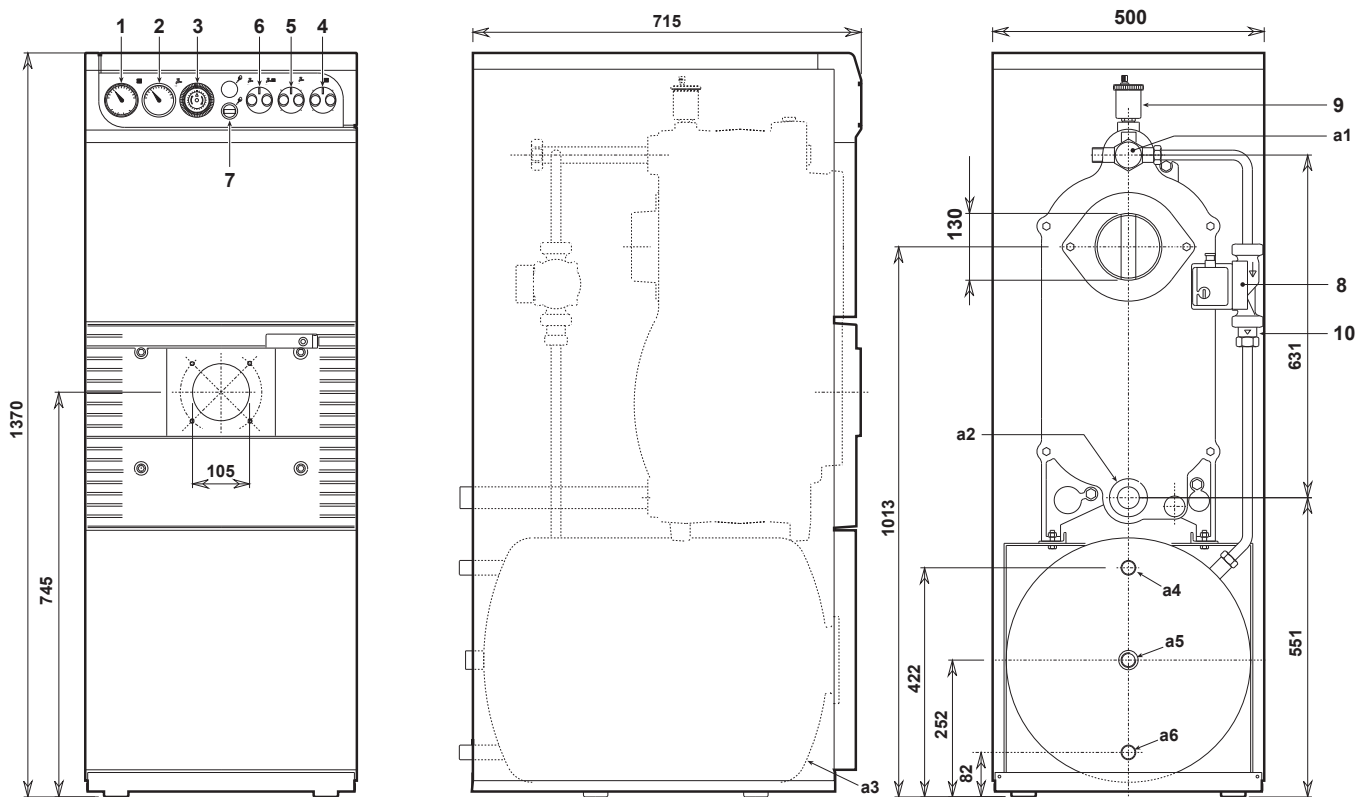

Рис. 2
2.01 Технические характеристики и размеры (рис. 2 и таблица 1)
Соедините котел с системой водоснабжения здания (помещения) согласно указателям, размещенным на схеме рис.2 настоящей инструкции. Соединение должно выполняться без механических напряжений. Необходимо обязательно установить предохранительный клапан, как для системы